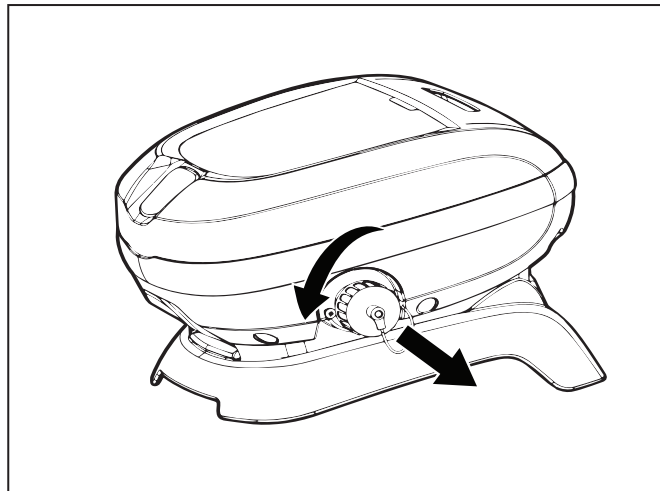

Figure 2. Retrait du capuchon protecteur
2. Dévissez le capuchon protecteur pour le câble flottant sur le côté de l'unité de commande en le tournant dans le sens antihoraire (Figure 2).